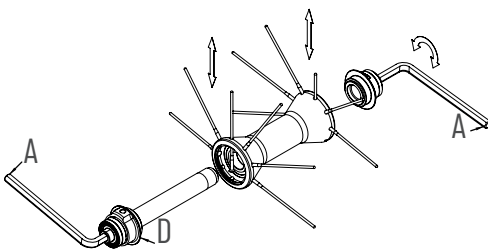

FIG. 4
- Inserite due chiavi a brugola da 5mm (A) dentro agli scontri alle estremità dei mozzi e ruotatele in **senso antiorario**.
- Sfilate il raggio da sostituire e infilate il raggio nuovo (Fig.4).